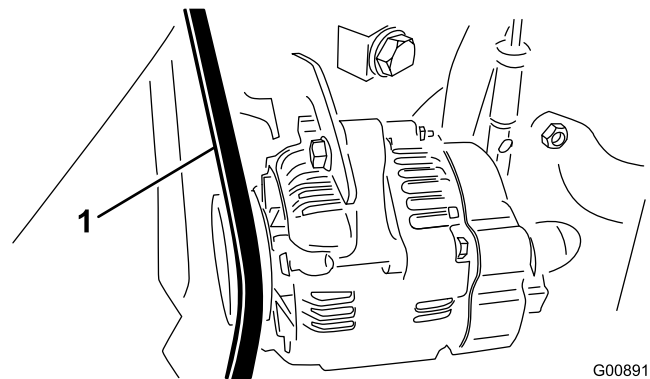

Figura 69
2. Verifique a pressão calcando a correia até ficar entre o alternador/ventoinha e as polias da alavanca do cárter, utilizando uma força de 10 kg (30 Nm) (Figura 69).